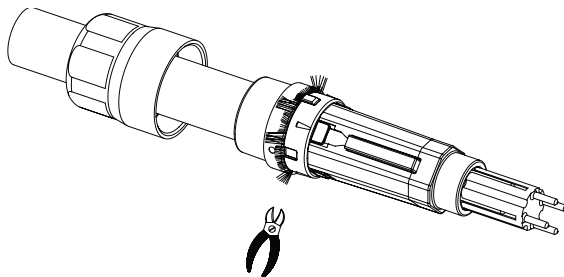

Abbildung XI-17
9. Schieben Sie den Isolierkörper auf, bis dieser einrastet. Schneiden Sie das überstehende Schirmgeflecht ab (Abb. XI-17).